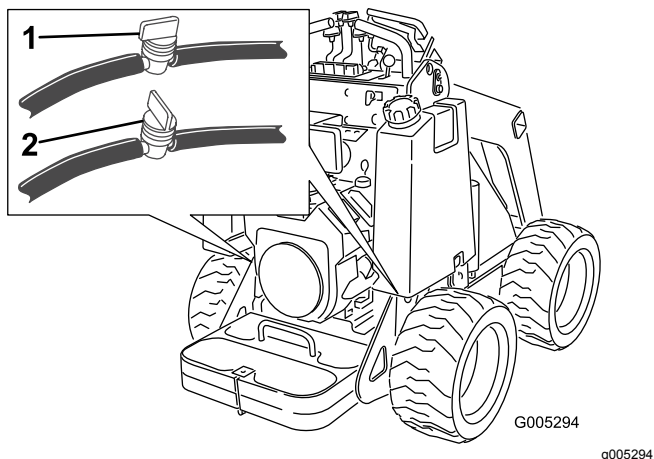

Bild 30
3. Schließen Sie den Kraftstoffhahn unten an jedem Kraftstofftank (Bild 30).
8. Öffnen Sie die Kraftstoffhähne im Schlauch unten an dem/den Kraftstofftank(s), siehe Bild 30.
3. Schließen Sie den Kraftstoffhahn unten an dem/den Kraftstofftank(s), siehe Bild 30.